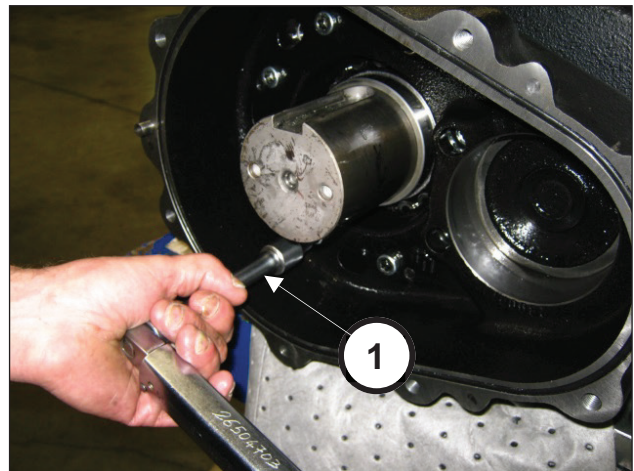

Fig. 64
Aperte os oito parafusos M10x40 (pos. ①, Fig. 64).